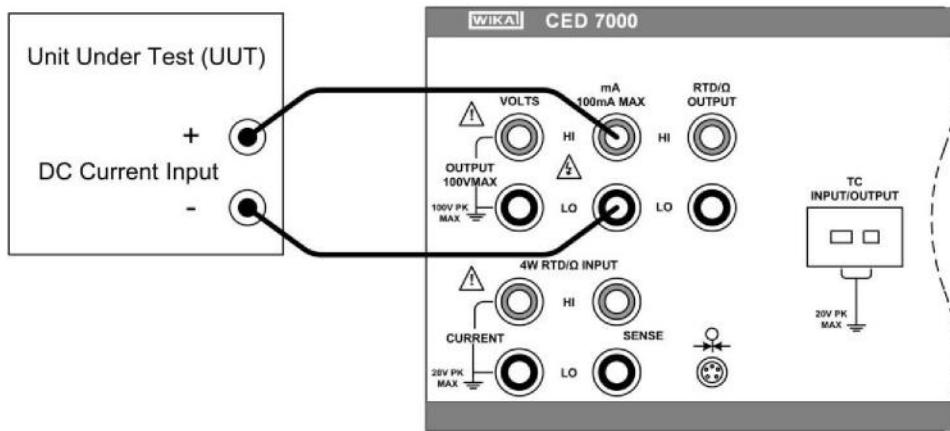

图 11 - 直流电流输出连接
- c) 将待测试设备连接到 CED 7000 的电流输出端子，如图 11 所示。